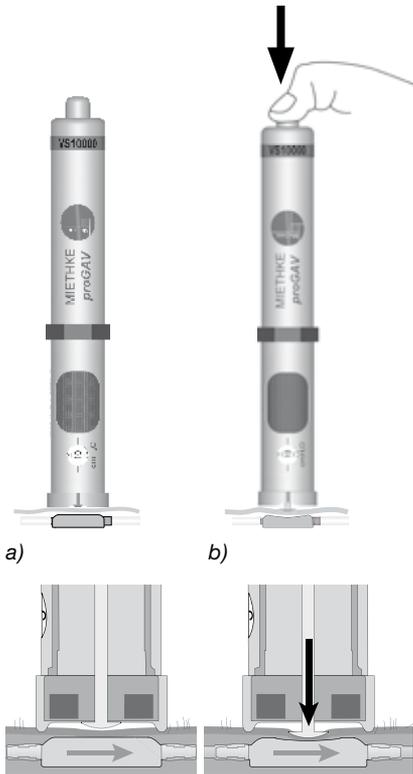

Abb. 17: Verstellung der Druckstufe
5. Ist das proGAV VERSTELLINSTRUMENT zentral auf dem Ventil positioniert, wird der Entriegelungsknopf gedrückt und die Verstellspitze bewegt sich aus dem Boden des proGAV VERSTELLINSTRUMENTES. Damit wird im Ventil die mechanische Bremse gelöst und der gewünschte Öffnungsdruck eingestellt (Abb. 17).